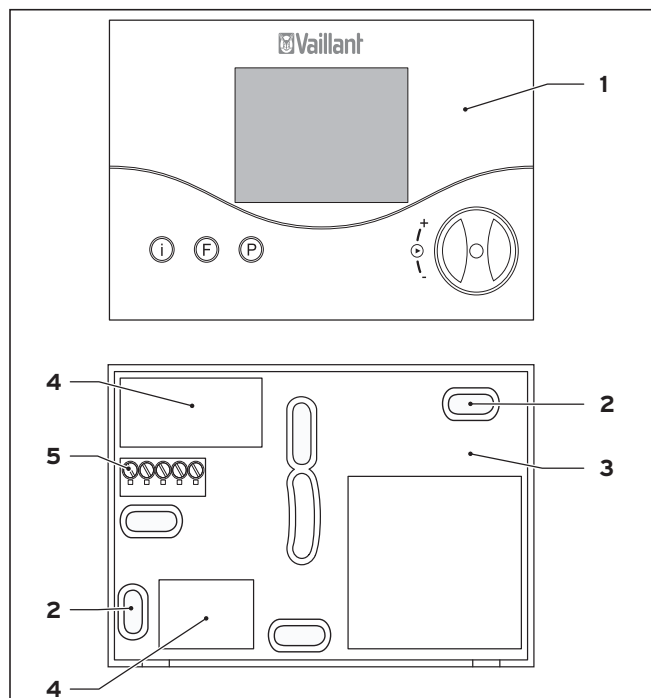

Abb. 4.12 Fernbedienung montieren
- Ziehen Sie das Gehäuse (1) der Fernbedienung vom Wandsattel (3) ab.
- Bringen Sie zwei Befestigungsbohrungen (2) mit Durchmesser 6 mm (entsprechend Abb. 4.12) an und setzen Sie die mitgelieferten Dübel ein.
- Ziehen Sie das Anschlusskabel durch eine Kabeldurchführung (4).
- Schließen Sie das Anschlusskabel an die entsprechenden Klemmen (eBUS „+“ und „-“) der Klemmleiste (5) an.
- Setzen Sie das Gehäuse (1) so auf den Wandsattel (2), dass die Stifte an der Rückseite des Oberteils in die Aufnahmen passen.